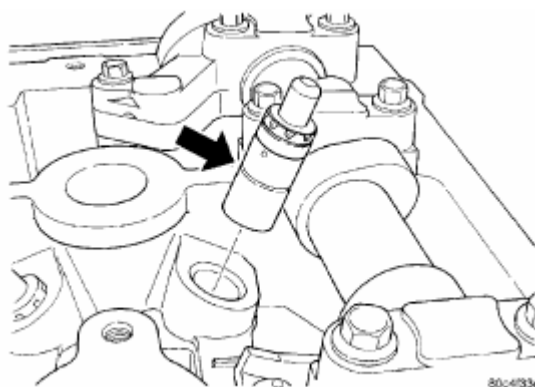

Рис. 30. Гидравлический компенсатор зазора привода клапана (гидроопора).
- (1) Снять крышку головки блока.
- (2) Снять распределительные валы.
- (3) Снять рычаг клапана.
- (4) Снять гидроопору клапана (Рис. 30).
- (5) Повторить операцию снятия для каждой гидроопоры.
- (6) При повторном использовании, пометить каждый гидравлический компенсатор для установки в первоначальное положение.
- (1) Установить гидроопору (Рис. 30). Убедиться, что она заполнена моторным маслом по меньшей мере наполовину. Это можно проверить путем нажатия на гидроопору, ход плунжера при этом должен быть незначительным, либо отсутствовать вовсе.
- (2) Установить рычаг клапана.
- (3) Повторить операцию установки для всех гидравлических компенсаторов.
- (4) Установить распределительные валы.
- (5) Установить крышку головки блока.